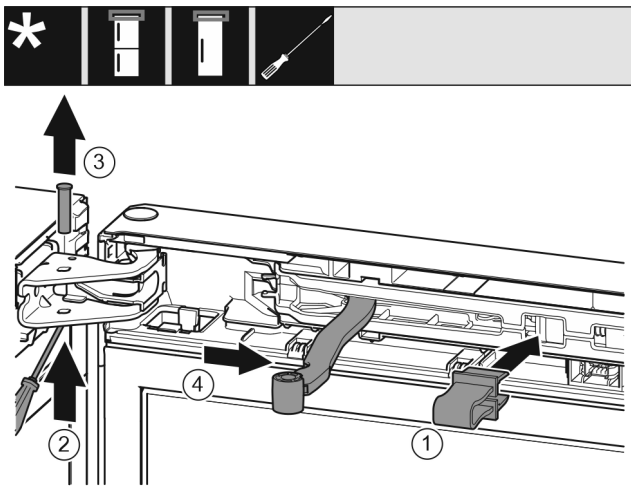

Fig. 9
- Sicherung in Öffnung einrasten. Fig. 9 (1)
- Bolzen mit Schraubendreher herauschieben. Fig. 9 (2)
- Bolzen nach oben herausnehmen. Fig. 9 (3)
- Gelenk in Richtung Tür drehen. Fig. 9 (4)